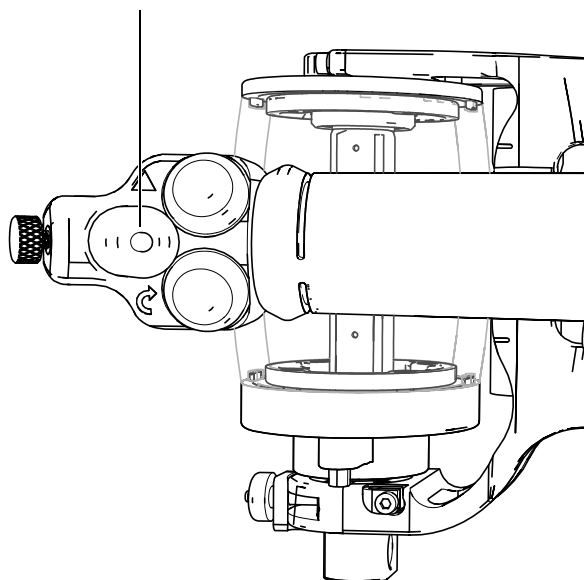

図 5-3 レーザーケーシングの頂部のレーザー「オン／オフ」ボタン
3. レーザーケーシングの頂部で、赤色の「オン／オフ」ボタンを押してレーザーを起動します（72 ページの図 5-3）。
19. レーザーケーシングの頂部の赤色の「オン／オフ」ボタンを押して、レーザーをオフにします (72 ページの図 5-3)。